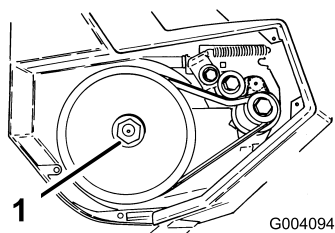

Figure 16
3. Houd de zeskantige moer vast met een 7/8 inch sleutel terwijl u de rotoras losdraait (Figure 16).